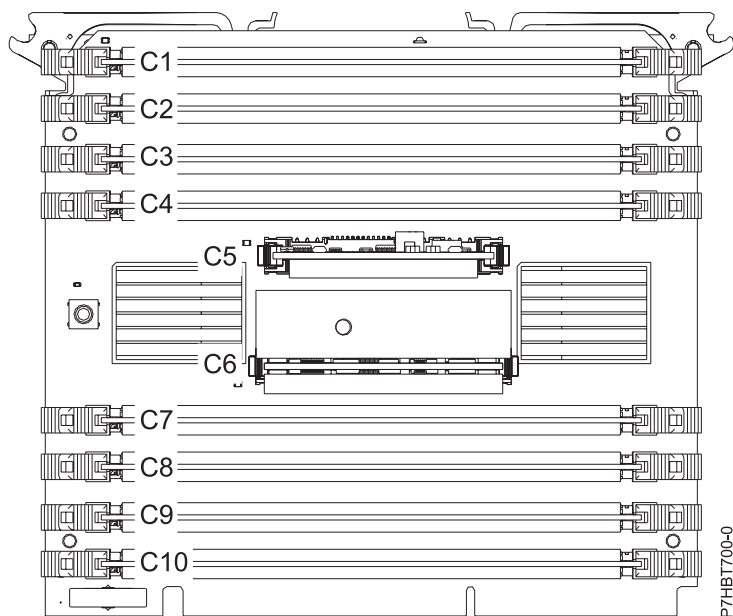

Figura 5. Ubicació del mòdul regulador de voltatge de memòria
11. Localitzeu el mòdul regulador de voltatge de memòria que s'ha d'extreure del conjunt de processadors del sistema. La Figura 5 mostra els mòduls reguladors de voltatge de memòria (C5 i C6) en relació a la ubicació al conjunt de processadors del sistema.